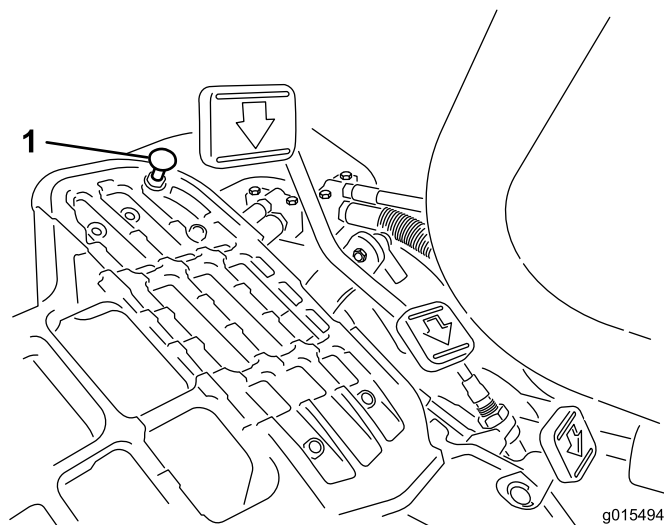

図 49
モードレバーを「移動走行」位置にセットし、ペダルを一杯に踏み込めば最高速度となります。ケーブルに張力が掛かる前にペダルがストップ 図 49 に当たる場合には調整が必要です。
1. モードレバーを「移動走行」位置にセットし、ペダルストップを固定しているロックナットをゆるめる 図 49。